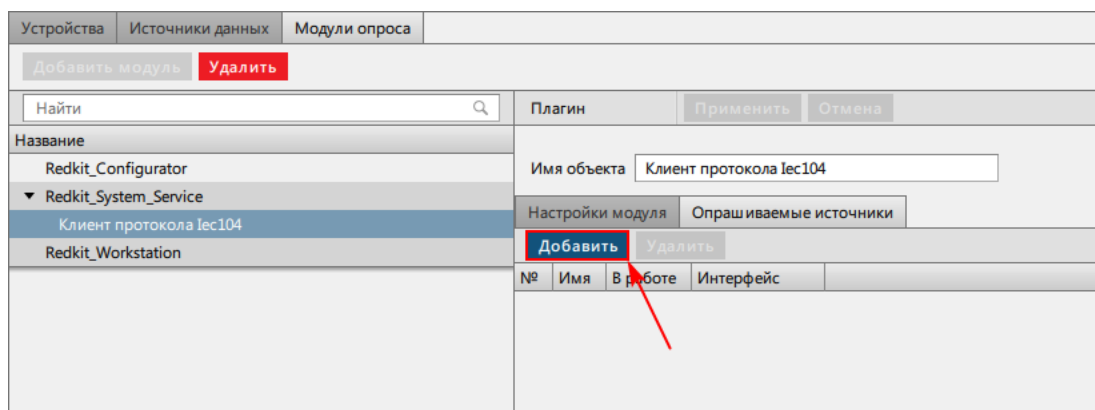

Рисунок 185 - Опрашиваемые источники
15. Внутри модуля на вкладке **Опрашиваемые источники** нажмите **Добавить** (Рисунок 185).